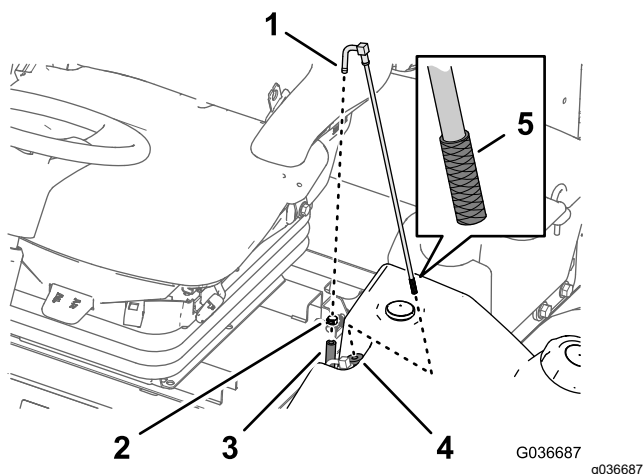

Figure 97
1. Retirez le collier qui fixe le flexible de carburant au raccord du tube d'aspiration (Figure 97).
2. Débranchez le flexible du raccord (Figure 97).
3. Soulevez et déposez le tube d'aspiration du réservoir de carburant (Figure 97).
4. Nettoyez les débris éventuellement présents sur la crépine au bout du tube d'aspiration de carburant (Figure 97).
5. Insérez le tube d'aspiration dans la bague de caoutchouc et dans le réservoir de carburant (Figure 97).